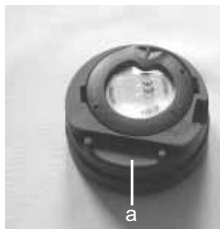

Abb. 61 - GEHÄUSERÜCKSEITE
- Weichen Sie das Messgerät am Ende jedes Tauchtages in Süßwasser ein und spülen es ab und stellen Sie dabei sicher, dass die Bereiche rund um den Niederdruck- (Tiefen-) Sensor (Abb. 61 a) und die Taste frei von Fremdkörpern und Verstopfungen sind.